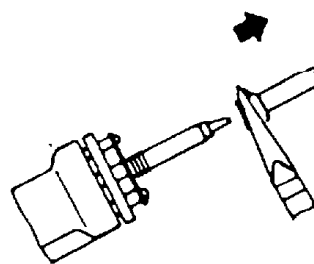

Rys. nr 3
Po wyjęciu grotą należy przedmuchać tuleję mocującą, aby usunąć pył tlenkowy, który osadził się na jej wewnętrznej powierzchni. Podczas wykonywania tej czynności należy uważać, aby nie zaprószyć oczu. Wymienić grotą zgodnie z rys. nr 3 do 9 i dokręcić ręką tuleję mocującą grotą. Kombinarki lub szczypce mogą być zastosowane tylko wtedy, gdy zachodzi konieczność poprawienia zamocowania gorącego grotą, czego nie można wykonać palcami. W takim przypadku należy zwrócić uwagę, aby nie używać zbyt dużej siły, gdyż może to stać się przyczyną uszkodzenia gwintu.
2. Jeżeli otwór dyszy jest zatkany, należy włączyć nagrzewanie grota do wysokiej temperatury i poruszając wyciorem dokładnie oczyścić dyszę (patrz rys. nr 3).